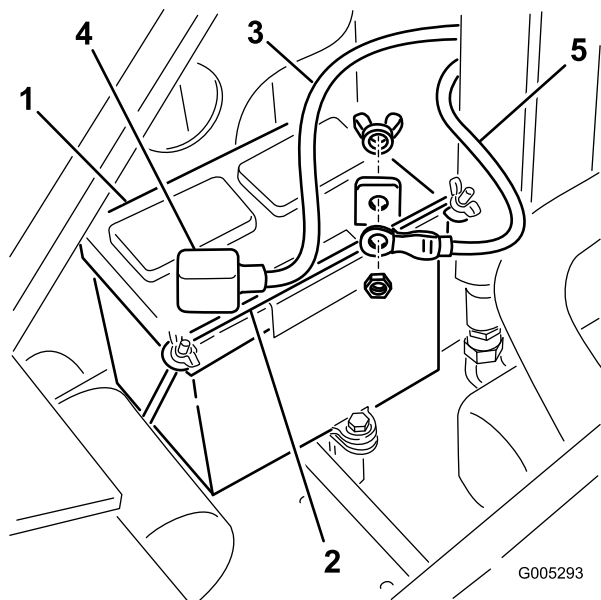

Figura 31
4. Rimuovete i dadi ad alette e la barra che fissano la batteria (Figura 31).
5. Staccate il cavo negativo (nero) di terra dal polo della batteria (Figura 31). Conservate i dispositivi di fissaggio.
7. Staccate il cavo positivo (rosso) dal polo della batteria (Figura 31). Conservate i dispositivi di fissaggio.
1. Utilizzate i fermi rimossi in precedenza per montare il cavo positivo (rosso) sul morsetto positivo (+) della batteria (Figura 31).
3. Utilizzate i fermi rimossi in precedenza per montare il cavo negativo (nero) sul morsetto negativo (-) della batteria (Figura 31).
4. Assicurate la batteria con la barra e i dadi ad alette (Figura 31).